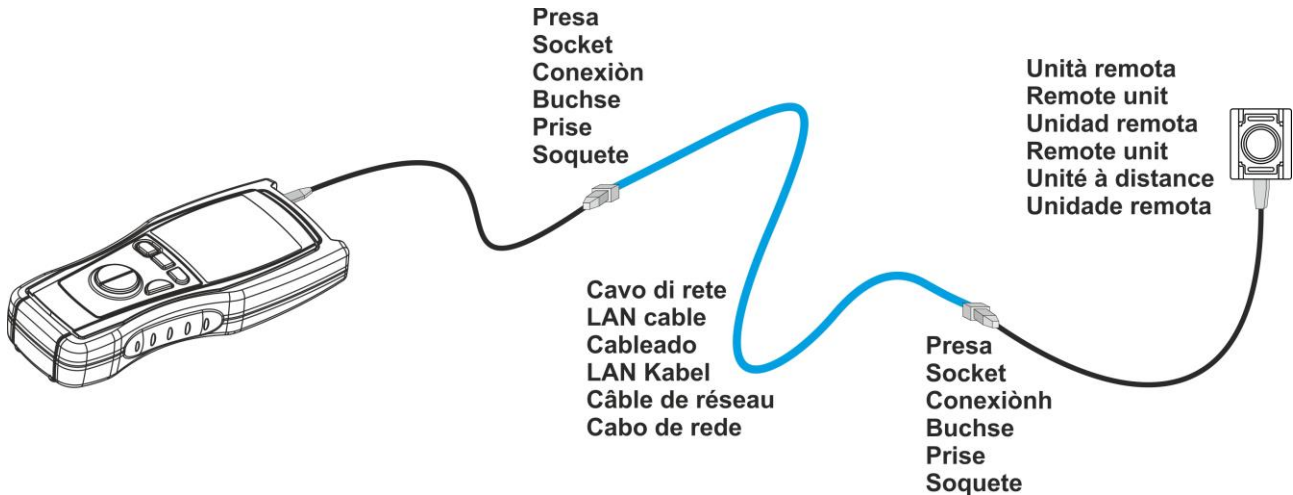

Fig. 8: Conexión de las puntas de prueba del instrumento
4. Conecte a un extremo del cable en examen el instrumento y al otro extremo una de las unidades remotas, si fuese necesario, utilice los cables en dotación (ver Fig. 8)